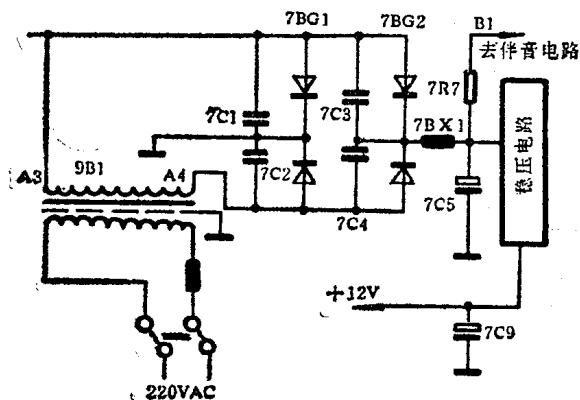

图 1-5
**检修方法：**1. 判断故障的大概部位。测稳压电源的输出端电压(电容7C9两端)为12V，基本正常；往前测整流滤波输出端电压(电容7C5两端，相关电路见图1-5所示)只有约15V左右(正常值应为18V左右)；焊开电阻7R7的一只脚，再测7C5电容两端电压仍为15V左右，说